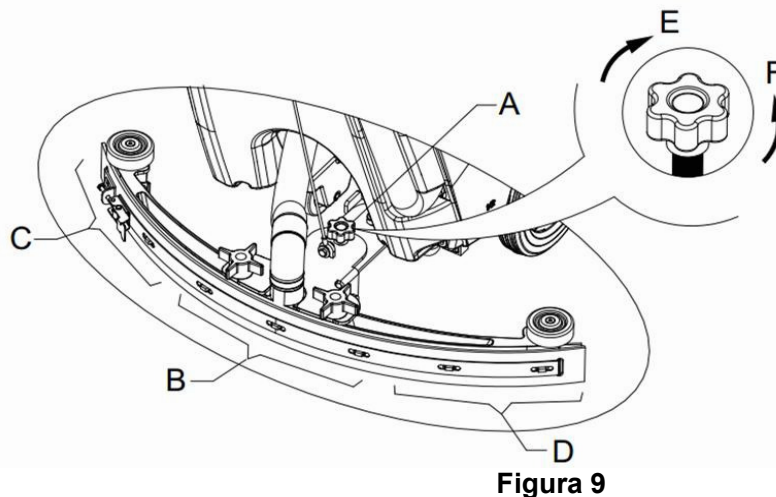

Figura 9
10. Ajuste o squeegee através do punho de ajuste (A) do squeegee (veja a Figura 9).